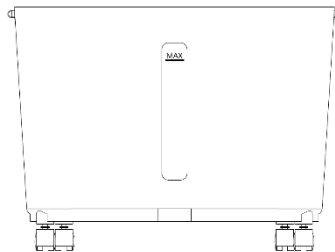

Fig. 5
- Let bij het vullen van de watertank op de waterpeilindicator aan de voorkant van de watertank (zie Fig. 5).